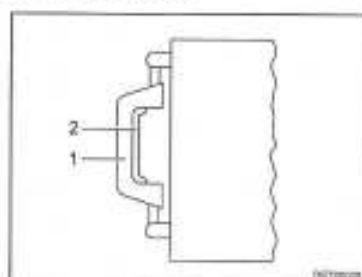

Fig. 53 Lanterneau, poignée
- Appuyer sur le verrou (Fig. 53,2) vers l'intérieur du lanterneau. Pousser le lanterneau simultanément vers le haut par la poignée (Fig. 53,1).
- Tirer fortement le lanterneau vers le bas par les deux poignées (Fig. 53,1) jusqu'à ce que les deux poussoirs s'encliquettent.